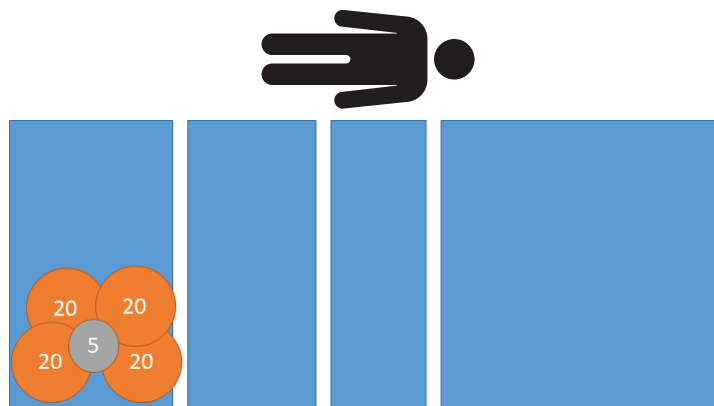

Figura 14 – Ensaio de excentricidade - 85 kg pé à esquerda
2. Utilizando pesos calibrados, coloque 85 kg no pé, à esquerda do produto (Figura 14).